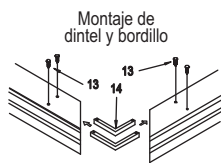

Figura 1
2. Coloque el dintel y el bordillo con los seguros proporcionados (Figura 1). Coloque ocho tornillos #6 x 3/8" en los orificios del dintel y el bordillo (4). Coloque el bordillo y marque la ubicación en el bordillo, dejándolo en el lugar temporalmente.
5. Coloque el bordillo y la silicona en los ingletes y en la unión del bordillo y la pared. Coloque los canales de la pared y ajuste con tornillos #8x1-1/4" (3).